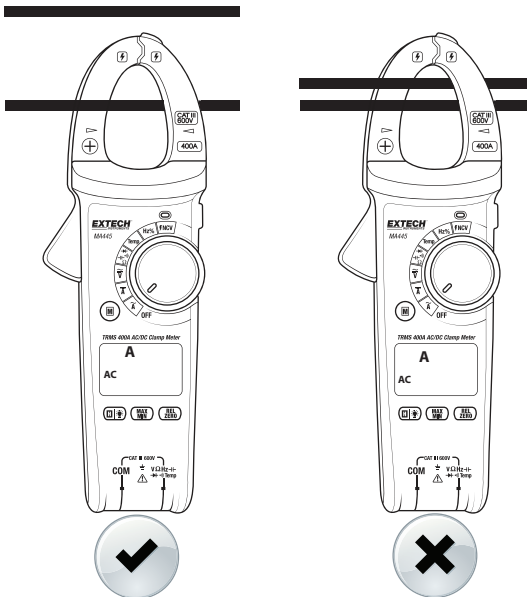

Abb. 2 – Richtige und falsche ACA-Zangentechnik
4. Positionieren Sie die Zange um einen Stromleiter. Siehe Abb. 2 für die richtige und falsche Zangentechnik.
4. Drücken Sie den Zangenhebel, um die Messzange zu öffnen. Positionieren Sie die Zange um einen Stromleiter. Siehe Abb. 2 (vorheriger Abschnitt) für die richtige und falsche Zangentechnik.